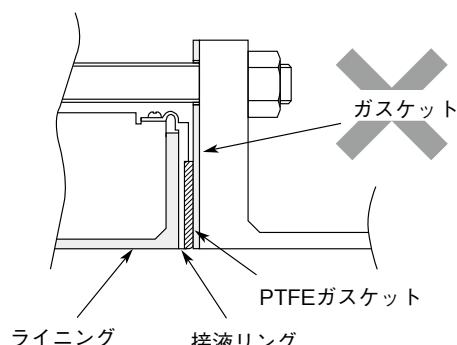

図2-13. 誤った取り付け方
- PTFEガスケット以外にガスケットをさらに装着して取り付けると、液漏れをまねき、負傷するおそれがあります。(図2-13)